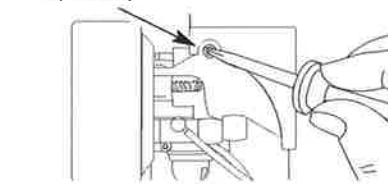

Fig. 24
La velocidad mínima del motor puede ser ajustada. Puede tener acceso al tornillo de ajuste de mínima a través de un orificio en la parte superior de la cubierta del motor (Fig. 24).
2. Suelte la palanca del regulador y deje que el motor trabaje en vacío. Si el motor se para, inserte un destornillador Phillips pequeño en el orificio de la cubierta del motor (Fig. 24).